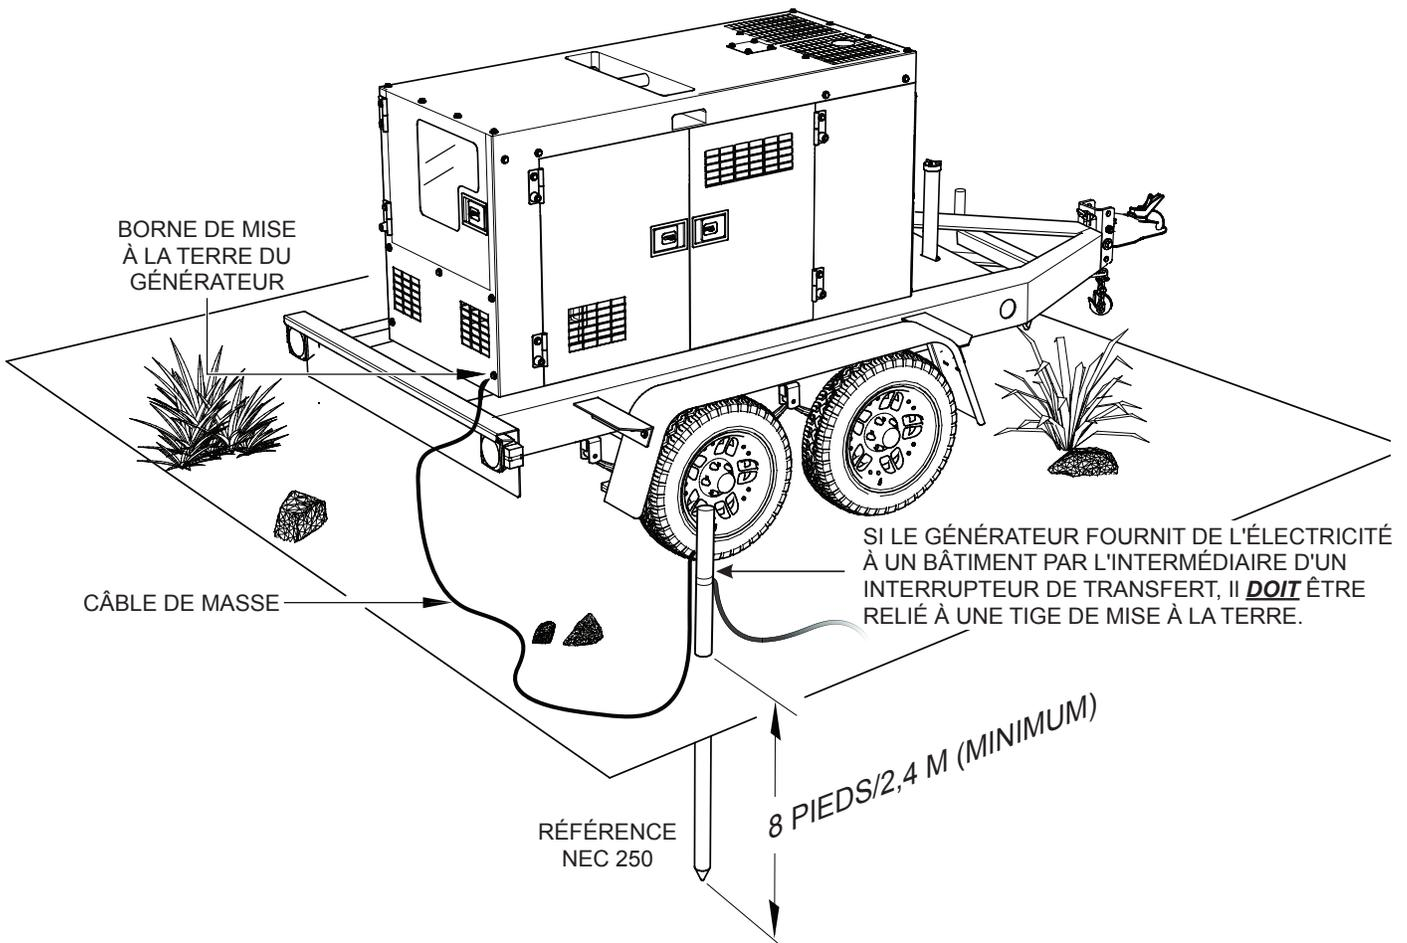

Figure 2. Application de mise à la terre typique du générateur
Connecter une extrémité de la borne du câble de mise à la terre au point de masse du générateur (Figure 2). Branchez l'autre extrémité du câble de masse à une terre appropriée (tige de mise à la terre).
La réglementation du code de la sécurité et la santé au travail (OSHA) et le Code national de l'électricité (NEC) recommandent que si le générateur fournit de l'énergie électrique à une structure (maison, bureau, atelier, remorque ou similaire), il **doit** être connecté à un système d'électrode de mise à la terre, tel qu'une tige de mise à la terre enfoncée (Figure 2).
Le cas échéant, pour éviter tout risque de choc électrique et de dommages à l'équipement, il est important de prévoir une bonne mise à la **TERRE** (Figure 2).
2. Lorsque la mise à la terre du générateur (Figure 2) est nécessaire, connecter une extrémité du câble de terre à la cosse de terre du générateur. Connecter l'autre extrémité du câble de terre à la tige de terre (mise à la terre).